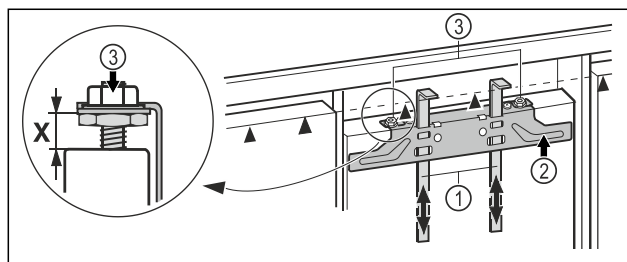

Fig. 44
- Spingere verso l'alto gli ausili di montaggio Fig. 44 (1) all'altezza della porta del mobile. Il bordo di arresto inferiore ▲ dell'ausilio di montaggio = al bordo superiore della porta del mobile da montare.
- Svitare la traversa di fissaggio Fig. 44 (2) mediante i controdadi Fig. 44 (3).